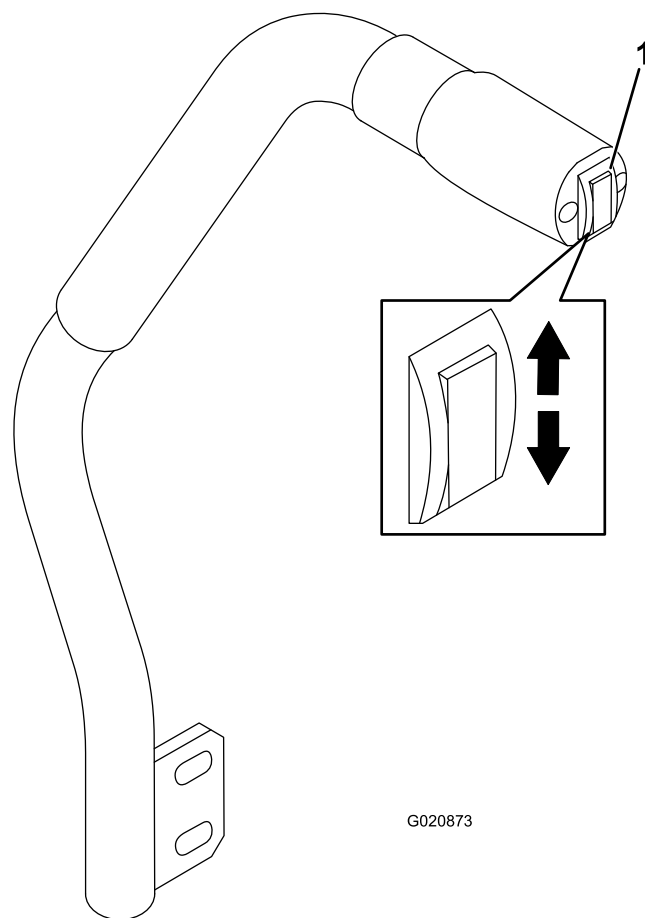

Figura 18
L'interruttore di sollevamento del piatto di taglio alza e abbassa il piatto di taglio (Figura 18). Il motore deve girare per potere utilizzare questa leva.
- Per abbassare il piatto di taglio, spingete in basso l'interruttore del piatto di taglio (Figura 18).
- Per sollevare il piatto di taglio, spingete in alto l'interuttore del piatto di taglio (Figura 18).
1. A motore acceso, tirate verso l'alto l'interuttore di sollevamento del piatto di taglio fino a sollevare completamente il piatto e **rilasciate immediatamente l'interuttore** (Figura 18).